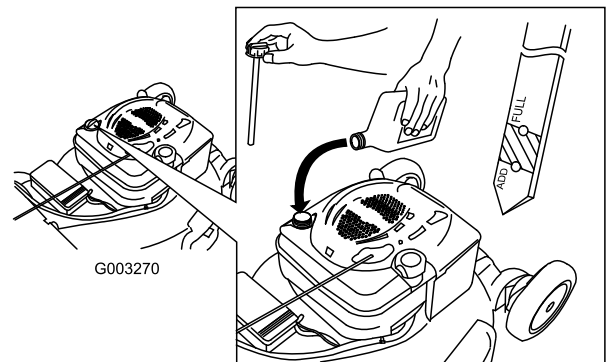

Bild 44
- Füllen Sie das Öl **langsam** in den Einfüllstutzen ein, um den Ölstand auf die Marke Voll am Peilstab anzuheben. Bild 44 **Füllen Sie nicht zu viel ein.** (Max. Füllstand: 0,59 l des Typs: Waschaktives SAE 30-Öl mit der Klassifizierung SF, SG, SH, SJ, SL oder höher durch das American Petroleum Institute (API).)